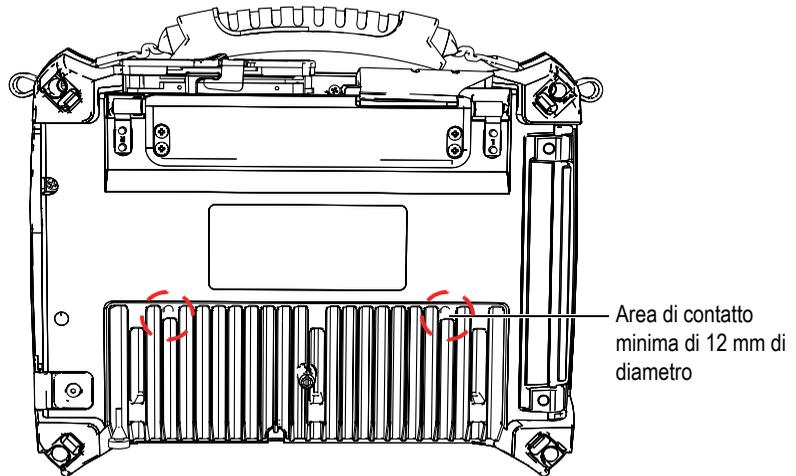

Figura 2-9 Esigenze dell'area di contatto
- Assicurarsi che vi sia almeno un'area di contatto di 12 mm di diametro (vedere Figura 2-9 a pagina 39) tra l'OmniScan SX e il supporto.